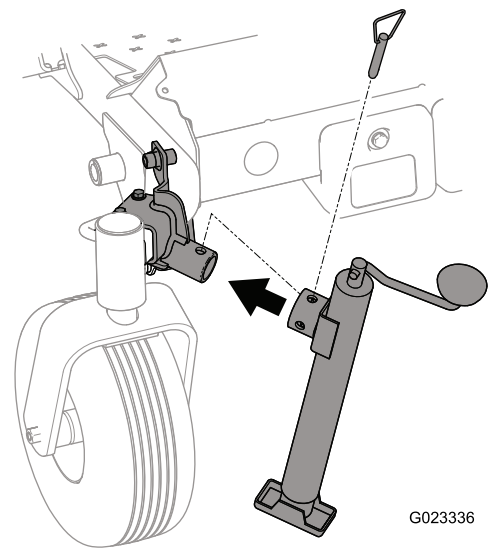

Bild 2
2. Stecken Sie das Achsständerrohr auf das Achsständerbefestigungsrohr, fluchten Sie die Befestigungslöcher aus und befestigen Sie es mit dem Achsständerstift (Bild 2).